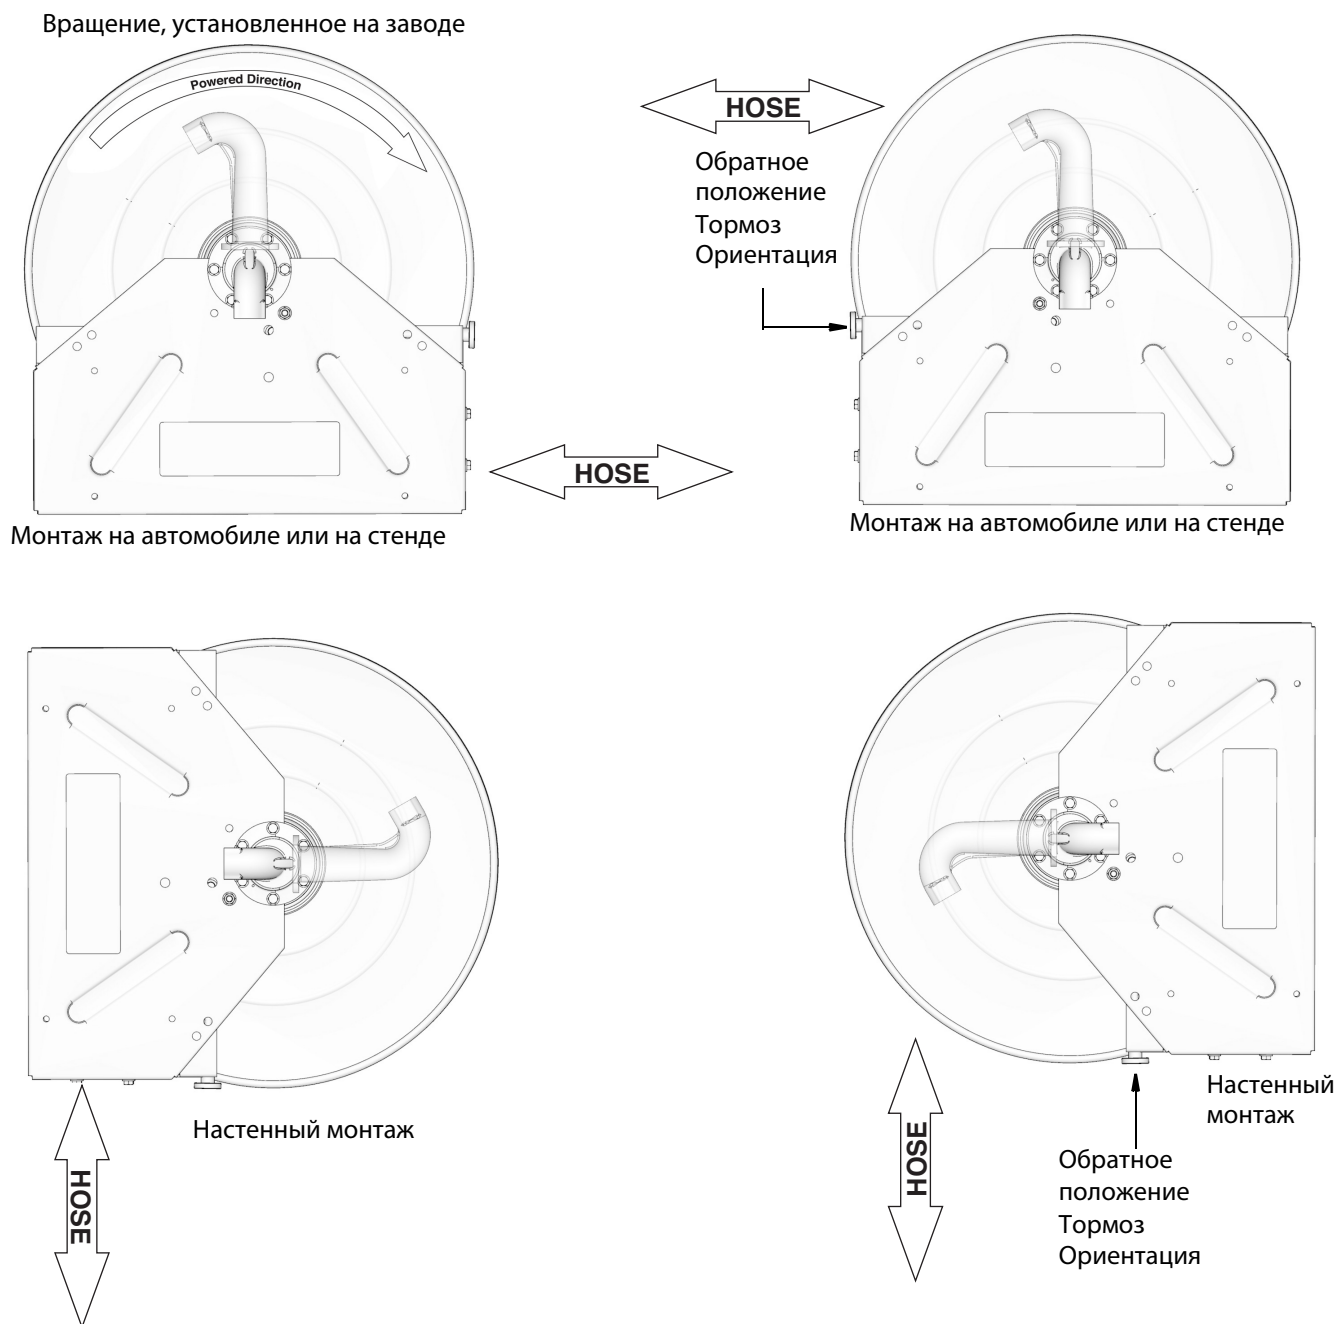
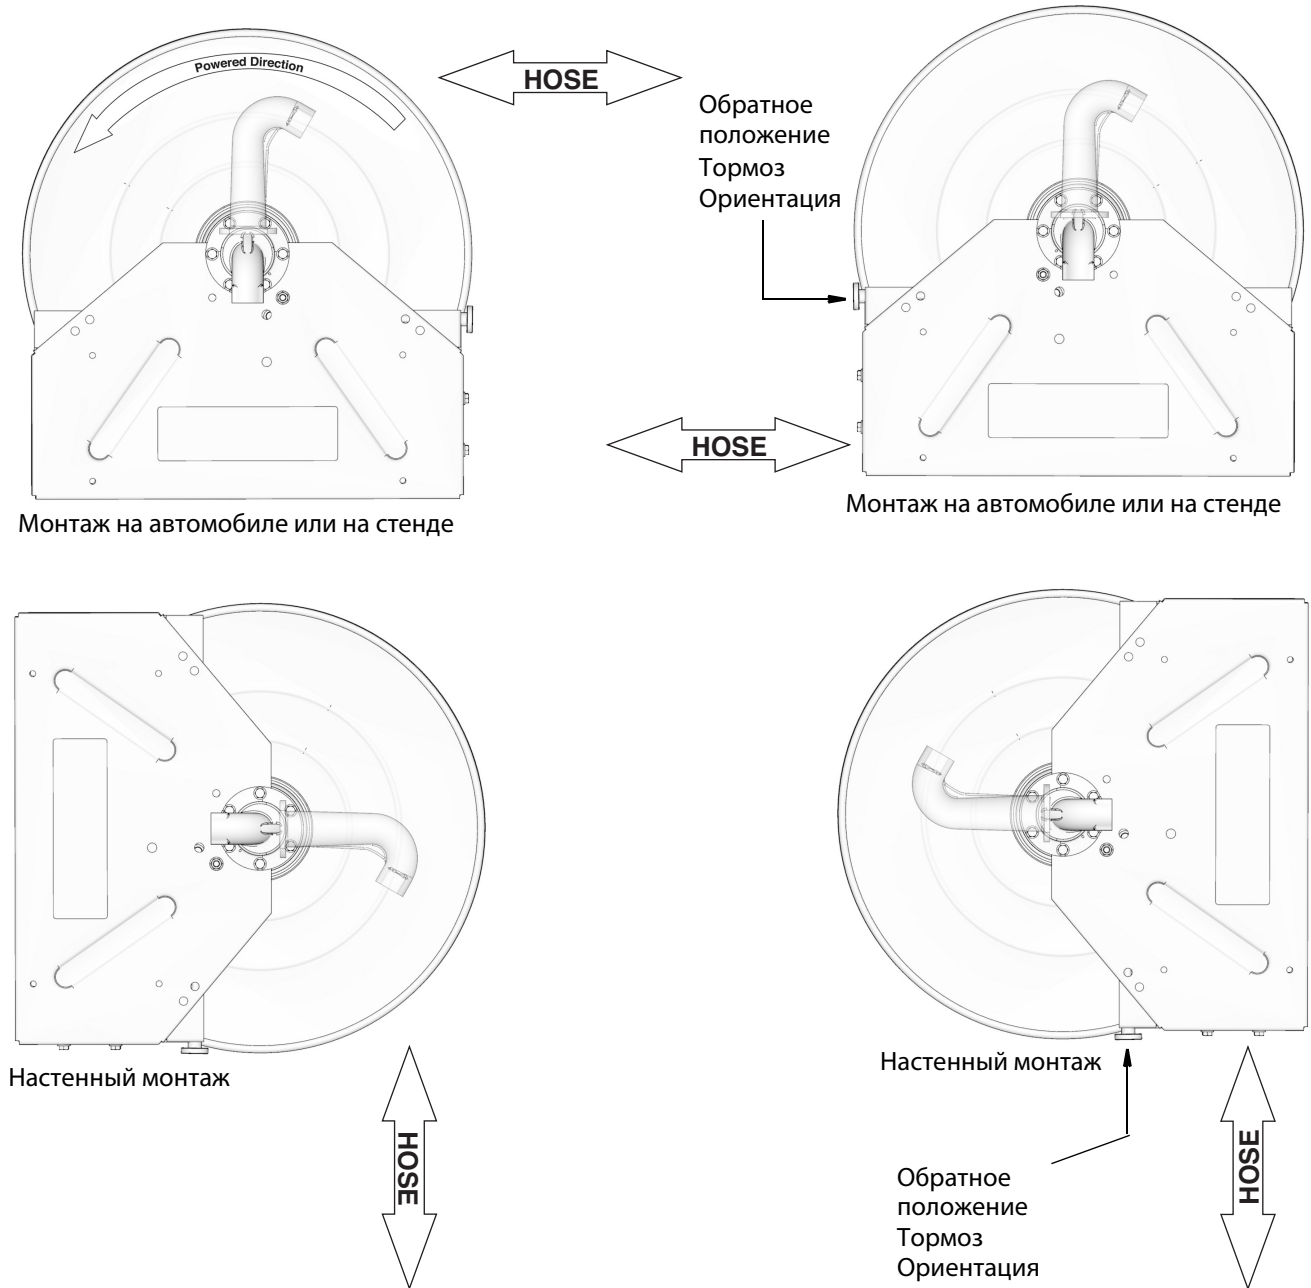

Рис. 22. Показана сторона впуска
Рис. 23. Показана сторона впуска
Ориентацию выпускного патрубка (17) и направление вращения двигателя (26) можно изменить, как показано на Рис. 22 и Рис. 23.
При конфигурации, показанной на Рис. 22, после подачи питания двигатель вращается против часовой стрелки, если смотреть с той стороны барабана, на которой установлен двигатель. Все четыре конфигурации, показанные на Рис. 22, подразумевают стандартное установленное на заводе направление вращения двигателя и стандартную ориентацию выпускного патрубка.
При конфигурации, показанной на Рис. 23, после подачи питания двигатель вращается по часовой стрелке, если смотреть с той стороны барабана, на которой установлен двигатель. Все четыре конфигурации, показанные на Рис. 23, подразумевают обратное направление вращения двигателя (26) и обратную ориентацию выпускного патрубка (17).
3. Определите правильную ориентацию выпускного патрубка (17), которая подходит для места установки. См. раздел «Ориентация выпускного патрубка и вращение двигателя», Рис. 22, стр. 28, и Рис. 23, стр. 29.